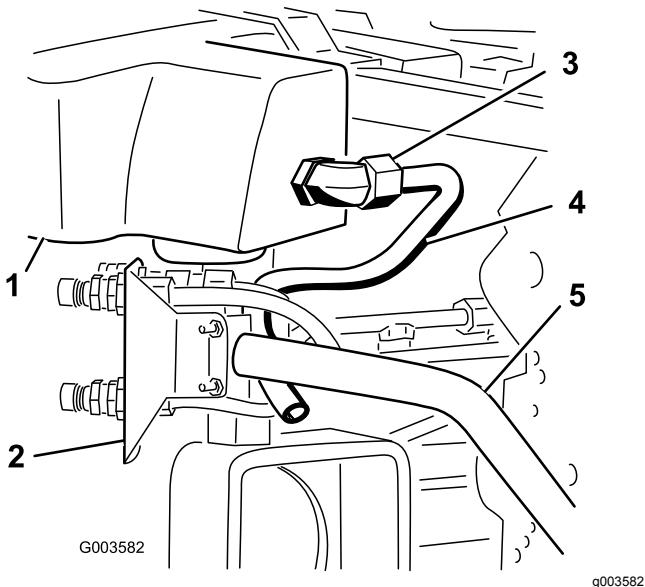

Bild 26
4. Positionieren Sie die Hydraulikleitung Nummer 3 in der Maschine, siehe Bild 26.
5. Befestigen Sie die Hydraulikleitung Nummer 3 am großen 90-Grad-Krümmer, der am Sieb und Hydraulikbehälter befestigt ist (Bild 26 und Bild 31).